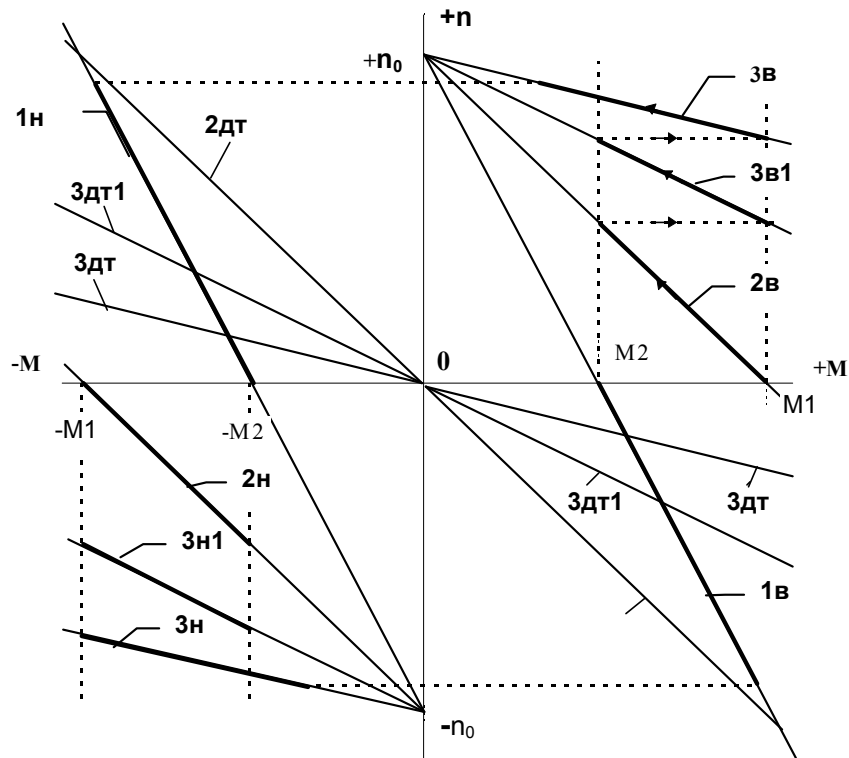

Рис. 4.2. Лінійні наближення характеристик привода.
За допомогою командоапарату **КК** задається підготовчий режим або одна з характеристик привода ("**1в**", "**2в**", "**3в**", "**1н**", "**2н**", "**3н**", "**2дт**", "**3дт1**", "**3дт**" на рис. 4.2). **КК** має сім фіксованих положень керуючої рукоятки ("**0**", {1,2,3} "**Вперед**", {1,2,3} "**Назад**") . Відповідно електрична схема має сім вертикальних пунктирних ліній. **КК** має п'ять контактів, що на електричній схемі зображені як розриви горизонтальних ліній і позначені **КК0**, **КК1**, **КК2**, **КК3**, **КК4**. Крапка на пунктирній лінії під назвою контакту визначає позицію рукоятки **КК**, у якій цей контакт замкнено.
Автоматичне керування полягає у послідовному створенні характеристик "**1в**", "**2в**", "**3в1**", "**3в**" ("**1н**", "**2н**", "**3н1**", "**3н**") (рис. 4.2) у режимах розгону, характеристик "**2дт**", "**3дт1**", "**3дт**" під час динамічного гальмування або характеристик "**1в**" ("**1н**") у режимах гальмування противмиканням. Проміжні характеристики дозволяють обмежити струм двигуна і встановити межі змін моменту двигуна від **М1** до **М2**.
- Характеристики привода (приблизний вигляд на рис. 4.2.).